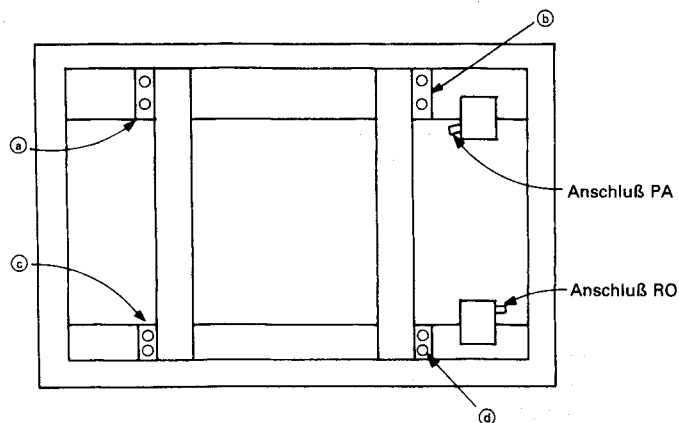

Abbildung 33 Drehmechanismuseinheit mit entfernter Rückwand
- (4) Den Relaisanschluß trennen, der zum Anschließen der Plungerleitungen zwischen den Drehmechanismuseinheiten (rechts und links) und der Hauptleiterplatte verwendet wird, dann die Anschlüsse RE und FF trennen, die zum Anschließen der Motorleitungen an die Hauptleiterplatte dienen. Außerdem die Leitungen von den Leitungshaltern entfernen und diese in der Nähe der rechten und/oder linken Drehmechanismuseinheit lassen.
- (5) Die acht Schrauben entfernen, je zwei an den Stellen ①, ②, ③ und ④, wie aus Abbildung 33 ersichtlich ist.
- (6) Die Schrauben abschrauben, die zum provisorischen Befestigen der Schreibblathtafel verwendet worden sind, und die Schreibblathtafel vom Hauptkörper abnehmen. Dabei darauf achten, daß sich die Leitungen der Drehmechanismuseinheit nicht zwischen Hauptkörper und Schreibblathtafel verfängen.
- (5) Unter Bezugnahme auf Abb. 33 die Schrauben an den Stellen a, b, c und d einschrauben.
- (6) Die Plungerleitung (von der Drehmechanismuseinheit kommend) an den Relaisanschluß und die Leitungen (vom Motor kommend) an die Anschlüsse RE und FF an der Hauptleiterplatte anschließen. Die Leitungen mit Hilfe der Leitungshalter richtig verlegen.
- (7) Die beiden Schrauben abschrauben, mit denen die Schreibblat tafel provisorisch befestigt worden ist, und das Schreibblatt gemäß der Anweisung im Abschnitt "Anbringen des Schreibblattes" an der Tafel anbringen.
- (8) Rückwand, Drucker, Papierführung und Papiertrog in dieser Reihenfolge am Hauptkörper anbringen. Damit ist das Auswechseln der Drehmechanismuseinheit beendet.